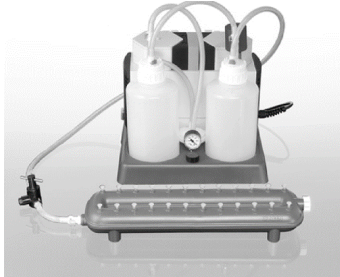

图 2. QIAvac 24 Plus、QIAvac Connecting System 及 Vacuum Pump
在 QIAvac 24 Plus 上处理 QIAamp Mini 离心柱时需用到一次性 VacConnector 和可重复使用的 VacValve。可将 VacValve（可选）直接插入 QIAvac 24 Plus 歧管的鲁尔插槽中并确保流速的稳定，以便可更好地并行处理不同的样本量。在样本流速明显不同的情况下，为确保真空稳定，应该采用 VacValve。VacConnector 是一次性连接器，可安装在 QIAamp Mini 离心柱和 VacValve 之间或 QIAamp Mini 离心柱与 QIAvac 24 Plus 的鲁尔插槽之间。这样做可防止纯化过程中离心柱和 VacValve 之间发生直接接触，从而可避免样本间发生交叉污染。VacConnector 在用完一次后应丢弃。由于溶液量较大，因此需要采用 QIAvac Connecting System（或用废液瓶组建类似装置）（请参见图 2）。
- 真空压力是指真空歧管内部压力与大气压力之间的压差（标准大气压为 1013 mbar 或 760 mm Hg）。真空压力可使用 QIAvac Connecting System 进行测定（请参见图 2）。本手册中的操作方案将需要使用可产生 -800 至 -900 mbar 压力的真空泵（例如 QIAGEN Vacuum Pump）。务必避免使用更高的真空压力。使用低于建议值的真空压力可能会导致核酸产量和纯度下降，并可增大膜堵塞风险。